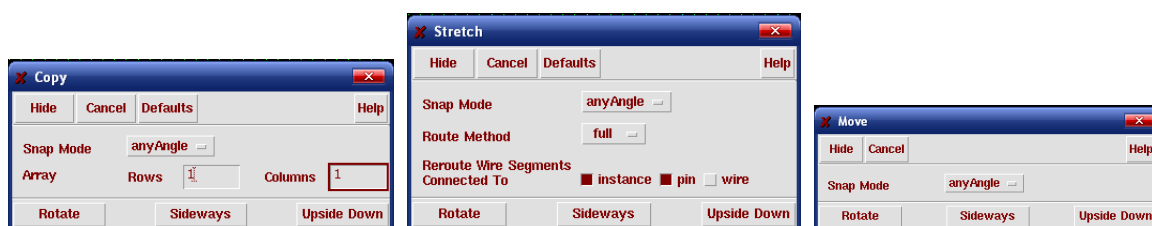

图 1.24 拷贝、拖动、移动功能的属性
- 在确定基准点之后，拖动的过程中，可以点击 F3 键选择详细属性，其界面如图 1.24 所示。